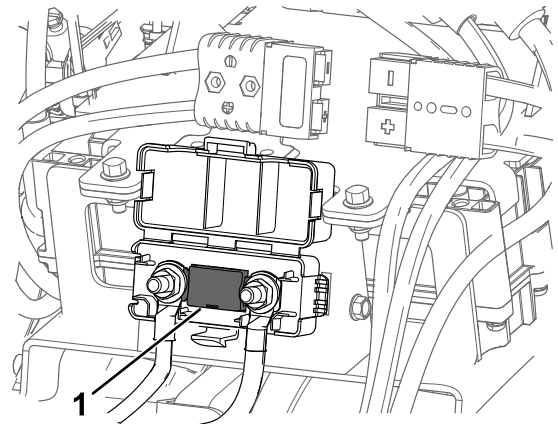

Bild 33
6. Lokalisieren Sie die Sicherung und ersetzen Sie diese (Bild 33).